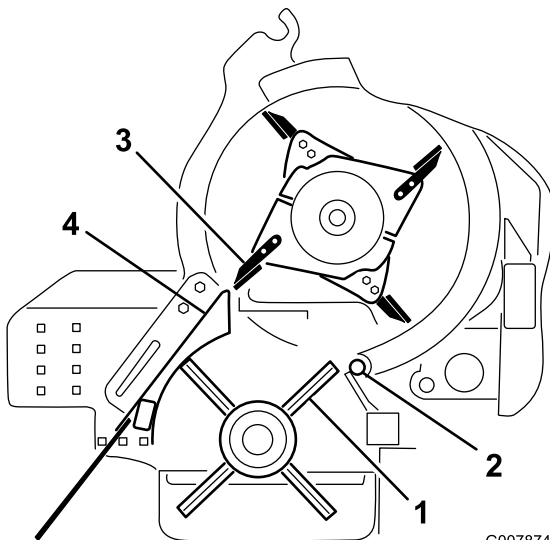

Figura 61
4. Gire la polea del cepillo hasta que se alinee un aspa del cepillo con el canto giratorio (Figura 61).
5. Gire la picadora hasta que se alinee una punta de cuchilla con el exterior del alojamiento del cepillo (Figura 61).